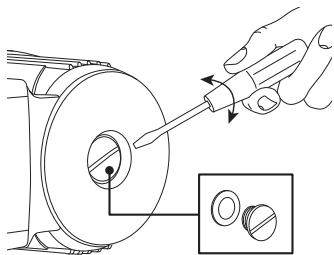

Рис. 11. Ослабление заглушки
- Удалите воздух из насоса ослабив винт воздухоотводчика, но не отвинчивайте его до конца. (рис. 11)
При продолжительном простое периодически проворачивайте вал, во избежание его блокировки: отвинтите винт воздухоотводчика с помощью плоской отвертки проверните вал двигателя, затем завинтите винт воздухоотводчика. (рис. 11) На период продолжительного простоя, если риск замерзания не исключён, слейте воду. Не забудьте заполнить насос водой перед очередным включением.